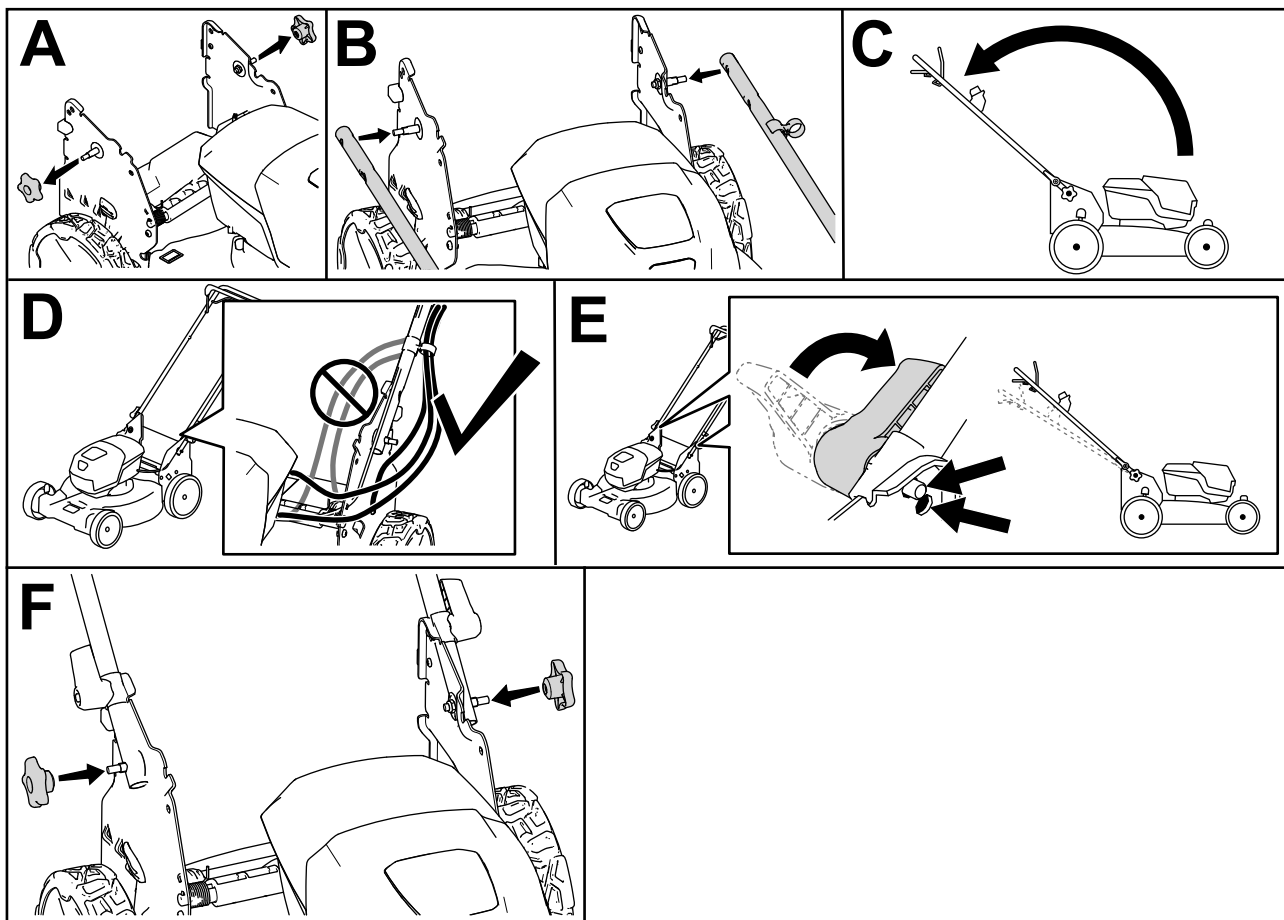

Figure 4
1. Retirez les boutons du guidon (A de Figure 4).
2. En vous servant des trous aux extrémités du guidon pour fixer le guidon sur la machine (B de Figure 4).
3. Ramenez le guidon en arrière en position d'utilisation (C de Figure 4).
4. Vérifiez que les câbles passent bien à l'extérieur du guidon (D de Figure 4).
5. Engagez les verrous du guidon jusqu'à ce que la goupille s'enclenche en place et bloque le guidon à la position d'utilisation (E de Figure 4).
6. Fixez les boutons sur les boulons du guidon pour fixer celui-ci en place (F de Figure 4).